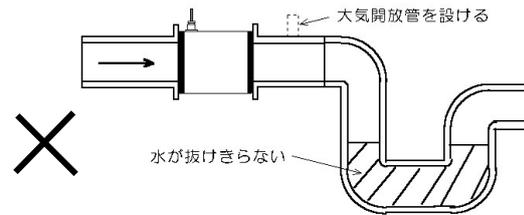

図19. 下流にトラップがあり検出器内が大気圧以下となり流れが乱れる場合
- (f) 下流にトラップがあり検出器内が大気圧以下となり流れが乱れる場合。図19.